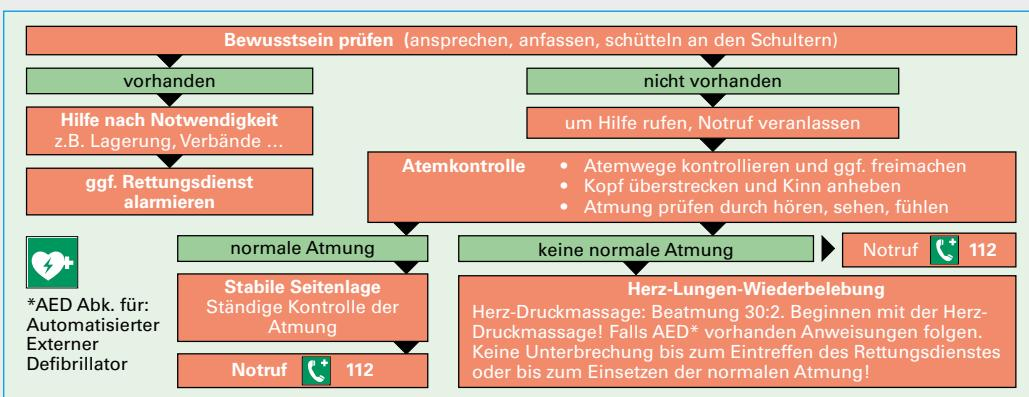

Bild 2: Maßnahmen zur Ersten Hilfe
**22.** Maßnahmen der Ersten Hilfe in den Fällen a) und b) zeigt Bild 2.